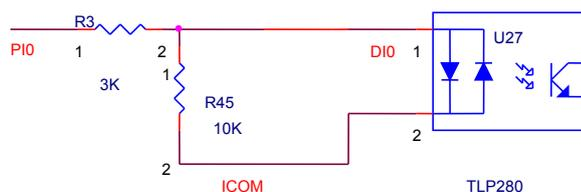

图 2.2 输入结构
**输入部分：**输入原理见图 2.2。输入电压经过电阻 R3（3K）到光耦的输入，经隔离输出到门阵列芯片的输入。输入电流为： $I_{in}=(V_{in}-1.2)/3(mA)$ 。